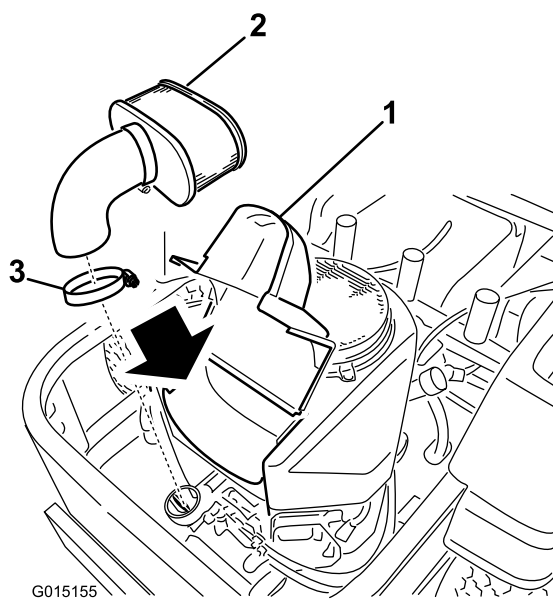

Figura 42
3. Pulite intorno al coperchio del filtro dell'aria per evitare che la morchia possa penetrare nel motore provocando gravi danni. Sollevate il coperchio e rimuovete la fascetta stringitubo che assicura il gruppo filtro dell'aria al motore (Figura 42).
4. Allentate la fascetta stringitubo e rimuovete l'elemento di carta (Figura 42).